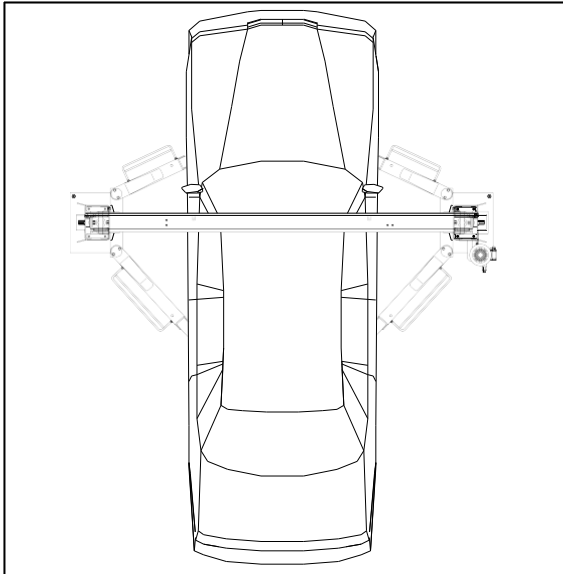

Bild 10 Richtig positioniertes Fahrzeug
Es ist wichtig das Fahrzeug auf der Hebebühne so zu positionieren, dass das Gewicht richtig auf den Hubarmen verteilt wird, siehe Bild 10.
- ◆ Das Fahrzeug korrekt positioniert ist. (**Bild 10**)